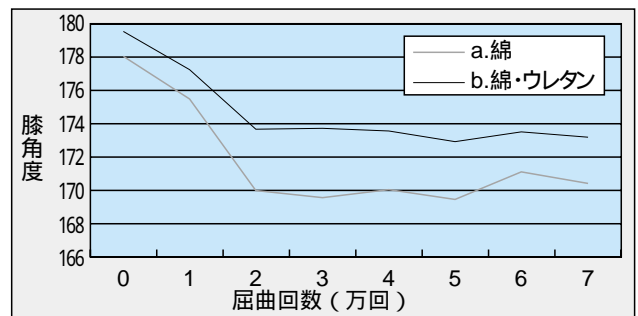

図1 脚形疲労試験によるズボンの膝角度の変化
a.綿、b.綿・ウレタンの2試料について1万～7万回までの屈曲試験を行い、三次元計測機により膝角度を測定したところ、2万回でaが $170.1^{\circ}$  bが $173.5^{\circ}$ となり綿が綿・ウレタンより膝部分が突出し、着用と同傾向になることがわかりました（図1）。